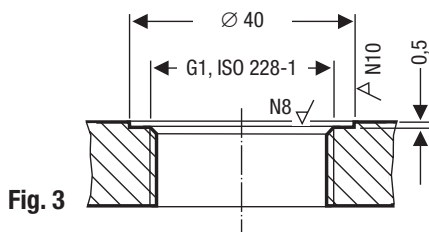

Fig. 3
- Les surfaces d'étanchéité du raccord fileté ou de la bride doivent être parfaitement usinées selon la **Fig. 3** !
- Contrôler les surfaces d'étanchéité. **Fig. 3**
- Poser le joint fourni ② sur la surface d'étanchéité du raccord fileté ou de la bride. **Fig. 3**
- Enduire le filetage de l'électrode ③ d'un peu de graisse silicone résistant aux températures élevées (par ex. WINIX® 2150).